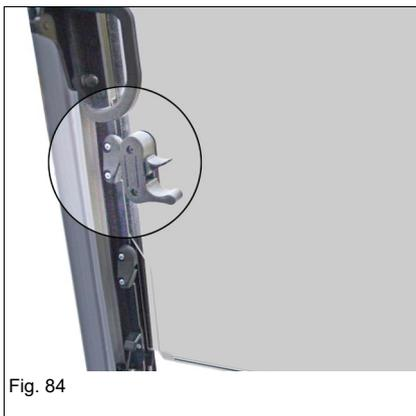

Fig. 84
- ▶ Si l'ensemble de la vitre AV est ouvert ou fermé, la vitre AV inférieure doit être complètement ouverte (Fig. 84).